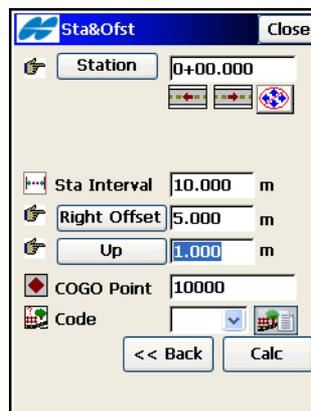

Abbildung 10-18. Station & Offsets
3. Legen Sie im Fenster *Sta&Ofst* (Abbildung 10-18) gegebenenfalls die Anfangsstationierung, das Stationsintervall und die Abstände zur Linie an einer Station fest. Geben Sie außerdem den Anfangsnamen für die Neupunkte ein.
2. Legen Sie im Fenster **Sta&Ofst** (Abbildung 10-18 auf Seite 10-17) gegebenenfalls die Anfangsstationierung, das Stationsintervall und die Abstände zur Kurve an einer Station fest. Geben Sie außerdem den Anfangsnamen für die Neupunkte ein.
3. Legen Sie im Fenster *Sta&Ofst* (Abbildung 10-18 auf Seite 10-17) gegebenenfalls die Anfangsstationierung, das Stationsintervall und die Abstände zur Straße an einer Station fest. Geben Sie außerdem den Anfangsnamen für die Neupunkte ein.